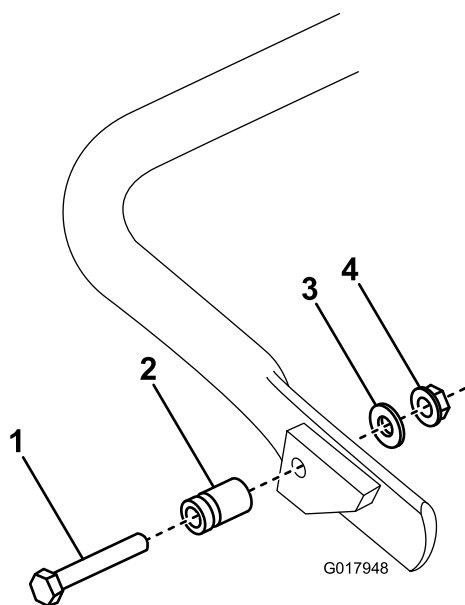

図 5
1. モデル 04056 のみ キックスタンドの右側に 図 5、スプリングスタッドを接続する付属部品の中にあるボルト、ワッシャ、フランジナットを使用する。